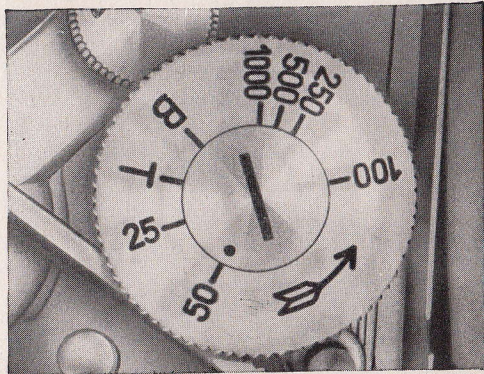

Abb. 10
Der Schlitzverschluss der EXAKTA Varex ist durch die besonderen Reguliermöglichkeiten bekannt: Am Einstellknopf (8) (Abb. 10) lassen sich die kurzen Belichtungszeiten von  $\frac{1}{1000}$  bis  $\frac{1}{25}$  Sek. einstellen. Die eingravierten Zahlen sind Sekundenbruchteile, 25 =  $\frac{1}{25}$ , 50 =  $\frac{1}{50}$  Sek. usw.